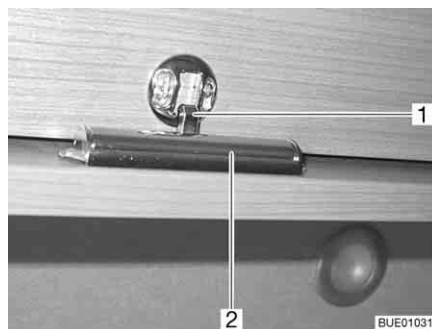

Fig. 52 Abattant de placard avec barre de déverrouillage
- Presser la barre de déverrouillage (Fig. 52,2) du côté intérieur de l'abattant du placard et la maintenir pressée.
- Rabattre l'abattant de placard jusqu'à ce que le dispositif de verrouillage (Fig. 52,1) s'enclenche de façon perceptible.